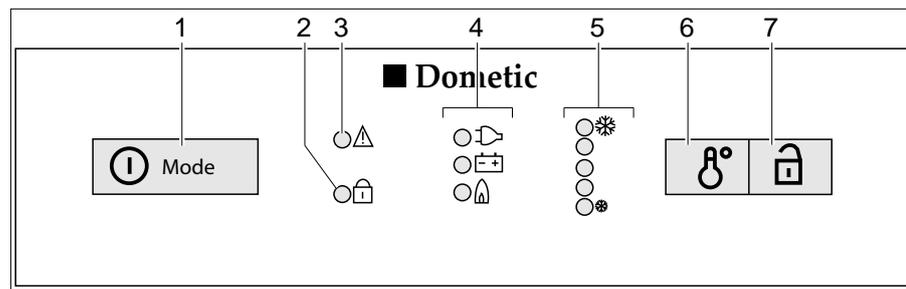

Bild 140 Bedienelemente für den Kühlschrank (Dometic 8er-Reihe mit MES)
- Den Einschalter/Energie-Wahlschalter (Bild 140,1) 2 Sekunden lang drücken, um das Gerät einzuschalten. Die LED der zuletzt gewählten Betriebsart leuchtet auf.
- Ggf. den Einschalter/Energie-Wahlschalter (Bild 140,1) mehrmals kurz drücken, bis die Betriebsanzeige Gas "🔥" aufleuchtet. Die Gaszufuhr ist geöffnet. Der Zündvorgang erfolgt automatisch. Ein tickendes Geräusch ist hörbar, bis der Zündvorgang erfolgreich abgeschlossen ist.
- Die Kühltemperatur mit dem Schalter für die Temperatureinstellung (Bild 140,6) einstellen.
- Ggf. den Einschalter/Energie-Wahlschalter (Bild 140,1) mehrmals kurz drücken, bis die Betriebsanzeige 230 V "⚡" aufleuchtet.
- Ggf. den Einschalter/Energie-Wahlschalter (Bild 140,1) mehrmals kurz drücken, bis die Betriebsanzeige 12 V "🔋" aufleuchtet.